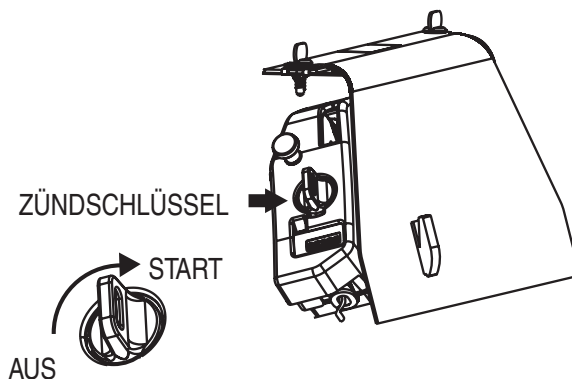

Abb. 11. Zündschlüssel
5. Den Zündschlüssel (Abb. 11) im Uhrzeigersinn drehen und auf das Startgeräusch des Motors warten. Sobald der Motor anspringt, den Zündschlüssel loslassen.